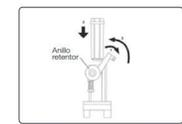

Figura 5
Los accesorios Hexagonales que existen en el mercado pueden tener un Cuello o un rebaje lateral (sin cuello). La figura 1 muestra la instalación de un cincel sin cuello (el cincel incluido puede variar según versión). La figura 5 muestra la instalación de un cincel con cuello.
07. Inserte el cincel de cuello (Figura 5).